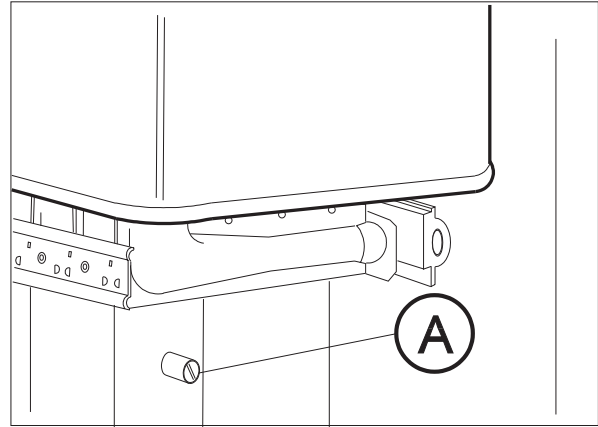

Fig. 7
Soltar el tornillo de la toma de presión (A) del tubo de conexión (Fig.7) y conectar el manómetro.